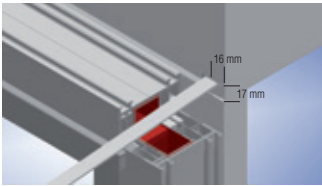
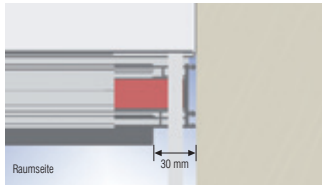
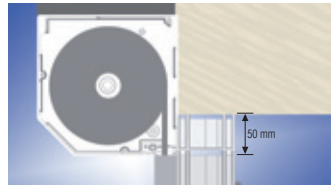

Bild 05
Bild 06
Bild 07
Schritt 3: Bohren Sie die Durchführungen für Gurt-, Kurbel- oder Motor-Antrieb durch das Mauerwerk bzw. den Blendrahmen. Das Maß von Außenkante Rollladenkasten bis Mitte Gurt beträgt 16 mm (bis Mitte Gelenklager = 15 mm) (Bild 05). Der minimale Platzbedarf für Gurt-Antrieb ist 30 mm (Kurbel-Antrieb = 30 mm) (Bild 06). Faustregel für einen korrekten Gurtaustritt: Abstand zwischen Putz und Kastenunterteil mind. 50 mm (Bild 07).